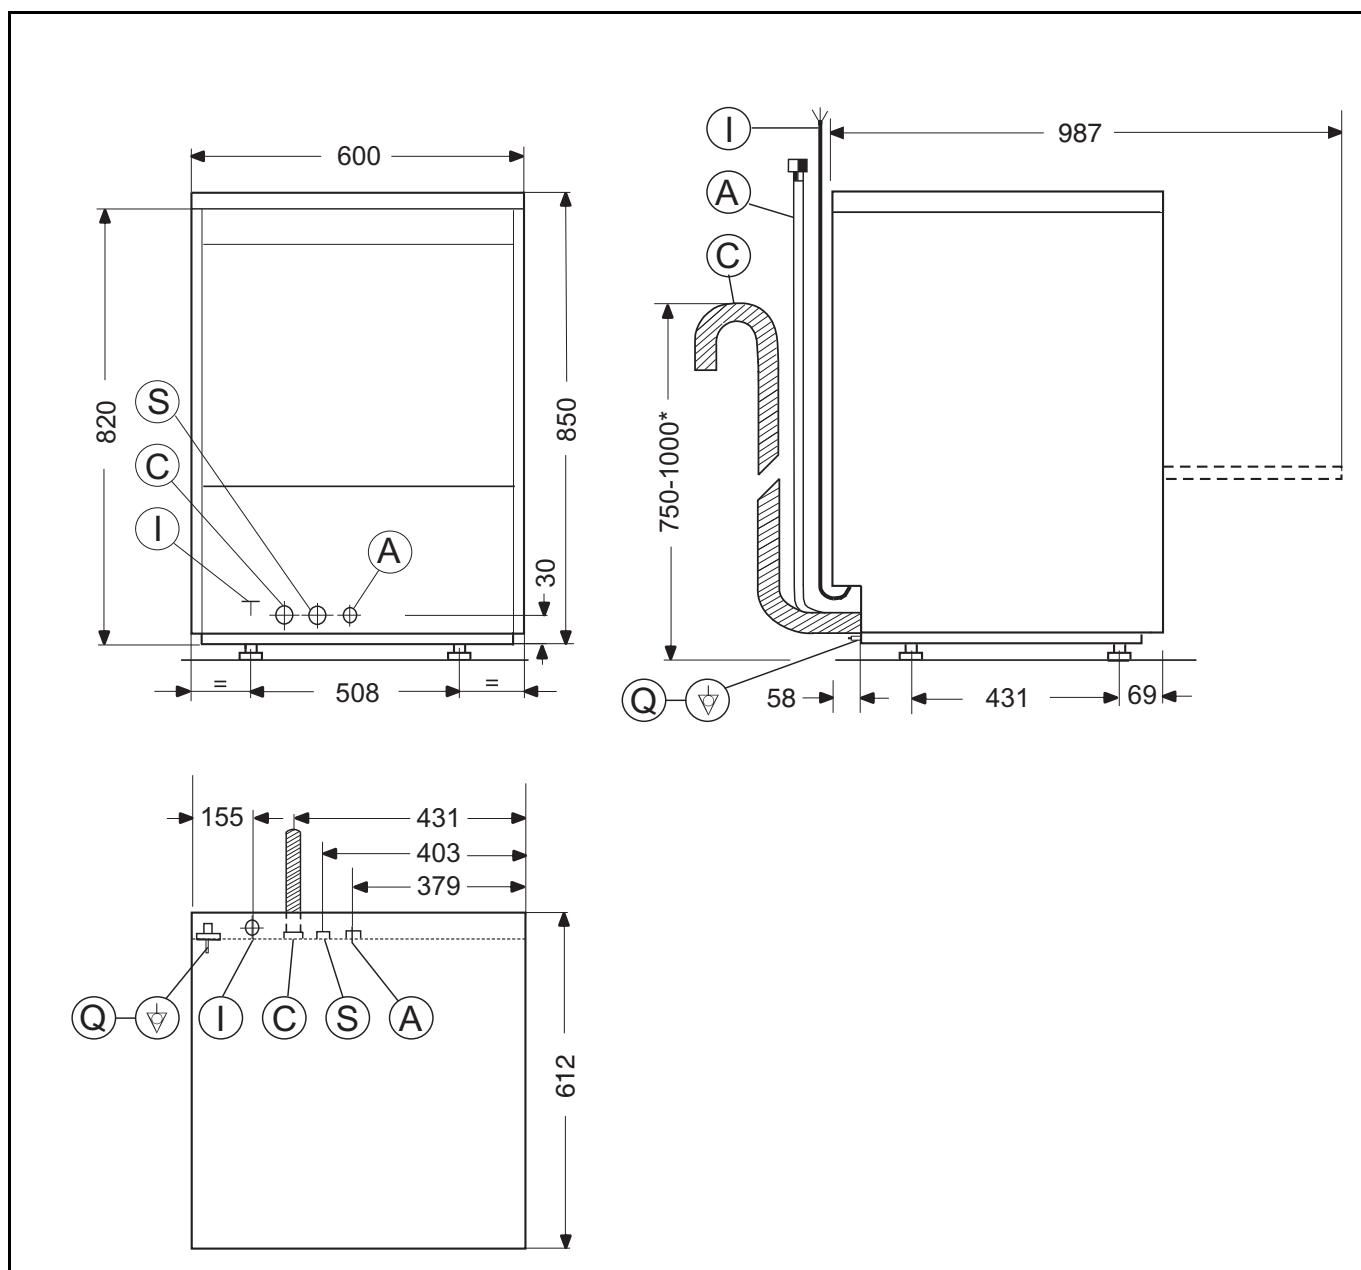
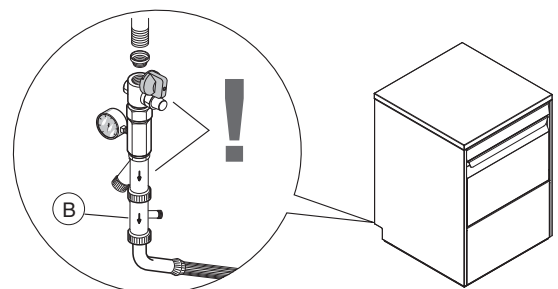

Fig. 4 Installationsschema
Fig. 9
Förklaringar till Fig. 4
- Anslut vattenslangen "A" (Fig. 4) till vattenintaget via en kran, ett filter (medlevereras) och en tryckmätare (Fig. 9).
- På modeller med inbyggd avhjärdare ansluts den dubbla medföljande backventilen "B" (Fig. 9) till maskinens vattenslang.
Anslut avloppsslangen "C" (Fig. 4) till avloppet med en hävert eller genom att placera slangen ovanför en golvbrunn med vattenlås.
Maskinen ska dessutom ingå i ett ekvipotentialsystem. Anslutningen ska göras med skruven "Q" (Fig. 4), som är märkt med symbolen "⚡". Ekvipotentialedaren ska ha en minsta area på 10 mm².